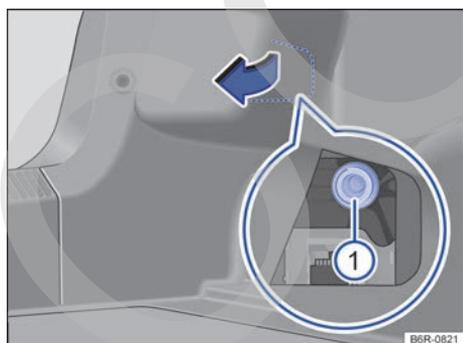

Fig. 176 Lateral del maletero: desmontaje del grupo óptico trasero.
3. Agarre el guarnecido lateral del maletero por la abertura → fig. 176 y tire hacia delante de la cubierta con puntos perforados que hay en el guarnecido.
4. Desenrosque el tornillo de fijación con la mano → fig. 176 ①.
15. Con una mano sostenga el grupo óptico trasero en la posición de montaje y con la otra enrosque firmemente el tornillo de fijación → fig. 176 ①.